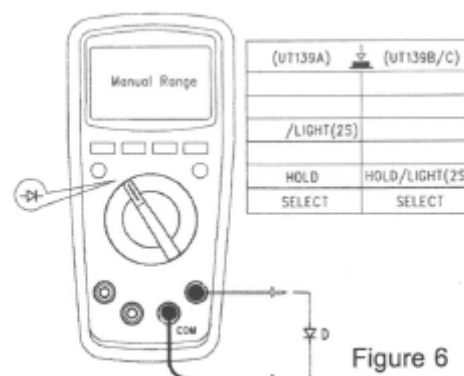

Figure 6
4) Тест диодов (смотреть Figure 6)